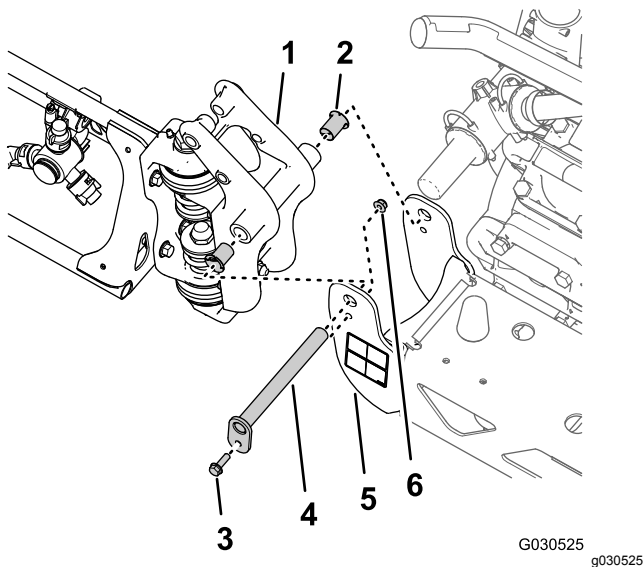

Figure 42
- Retirez le boulon à embase (5/16" x 1") et le contre-écrou à embase (5/16") qui fixent l'axe de pivot au support de pivot (Figure 42)
- Retirez l'axe de pivot du support de pivot de la section de pulvérisation centrale et la fixation de pivot de la section de pulvérisation extérieure (Figure 42).
- Séparez la section de pulvérisation extérieure de la section de pulvérisation centrale et déposez la section extérieure de la machine (Figure 42).
- Retirez les 2 bagues à embase en nylon de la fixation de pivot de la section de pulvérisation extérieure (Figure 42).